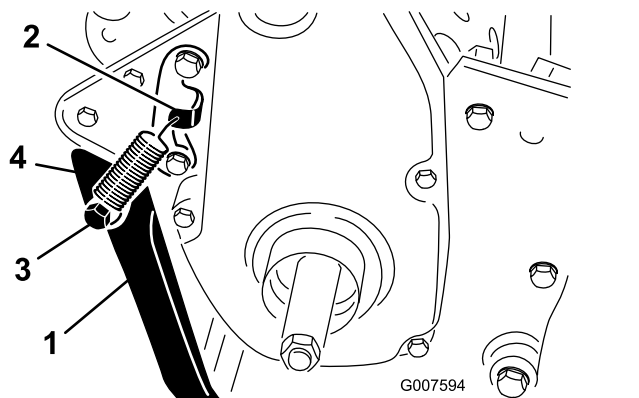

Figura 8
2. Prenda a mola no furo do suporte da mola e na fixação da mola alinhando a cavilha da mola com os furos de montagem na parte traseira do chassis (**Figura 8**).
3. Monte o apoio em cada lado do chassis com um parafuso, anilha de bloqueio, espaçador, anilha de cabeça chata e porca de bloqueio (**Figura 8**).